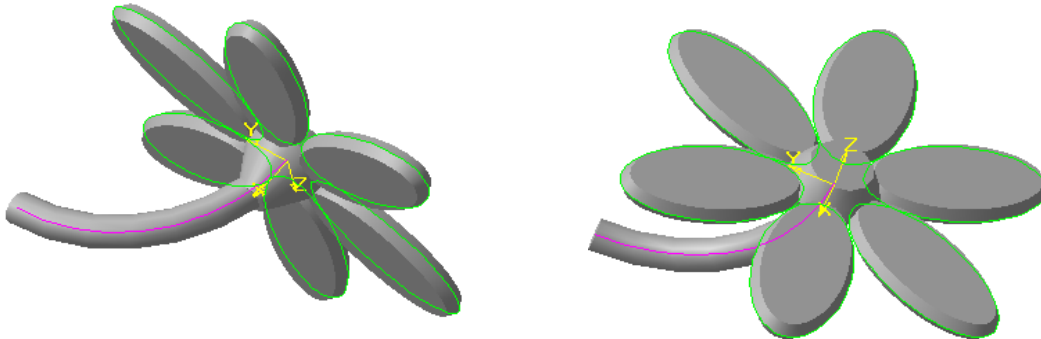

Рис. 29. Модель "Цветок".
5. ЩЛК по кнопке **Создать** на панели Свойств. На экране появится изображение спирали (рис. 29).